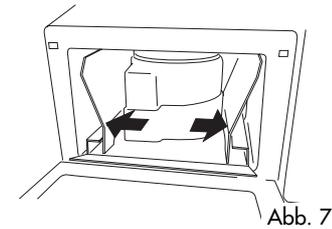

Abb. 7
- Drücken Sie die Senkrechtwände, wie mit den Pfeilen angegeben, nach außen (Abb.7).